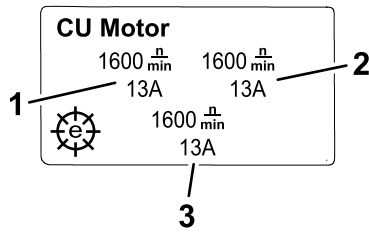

Figura 21
- **Pantalla de información de los motores de las UC**  (Figura 21): muestra la velocidad y la corriente de cada motor de molinete.